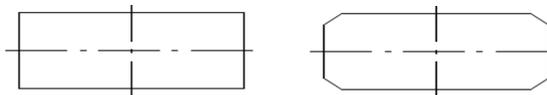

Рис. 37. Исходное изображение и изображение после построения фасок на всех углах прямоугольника
**Построение фаски на всех углах контура (рис. 37)**